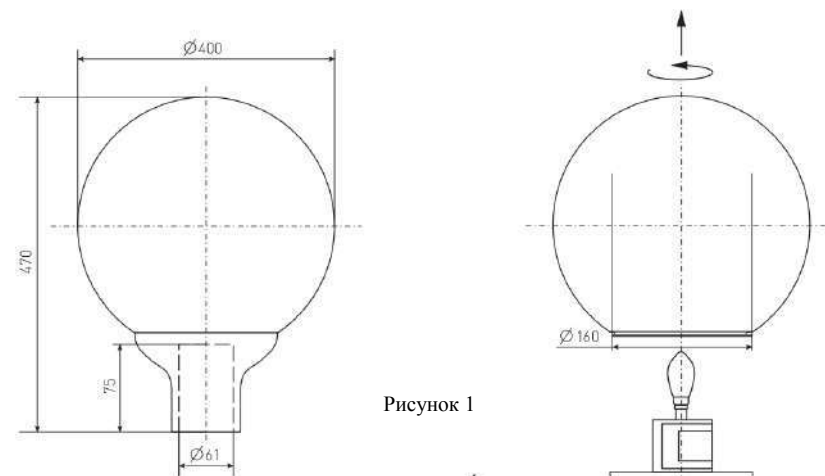

Рисунок 1
2.1 Светильники торшерные серии ЖТУ/ГТУ/РТУ/НТУ/ДТУ06 «Шар» (рисунок 1) предназначены для функционально-декоративного освещения парков, скверов, бульваров, зон отдыха, территорий микрорайонов, коттеджных поселков.